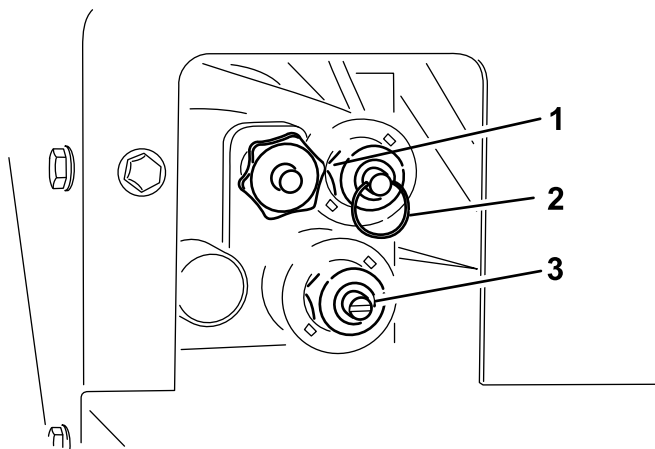

Bild 25
Der Zugang zur Übersteuerung befindet sich an der Fahrerseite der Hydraulikanlage (Bild 25).
- Drehen Sie das Handrad nach rechts, um die Flurförderer-Geschwindigkeit einzustellen (Bild 25). Die maximale Geschwindigkeit für den Förderer wird im farbkodierten Betriebssystem gemacht, daher kann diese Einstellung ohne Hydraulikfluss vorgenommen werden. Dies ist besonders relevant, wenn die Fangbox mit Sand gefüllt ist.
- Drücken Sie den Ring am Ventilschafts hinein, um den Füllkasten anzuheben (Bild 25).
- Ziehen Sie am Ring am Ventilschafts, um den Füllkasten abzusenken (Bild 25).
- Sie können die Tellerstreuer-Geschwindigkeit (Bild 25) erhöhen, wenn Sie mit einem flachen Schraubenzieher nach rechts drehen, oder Sie können sie verringern, wenn Sie nach links drehen.